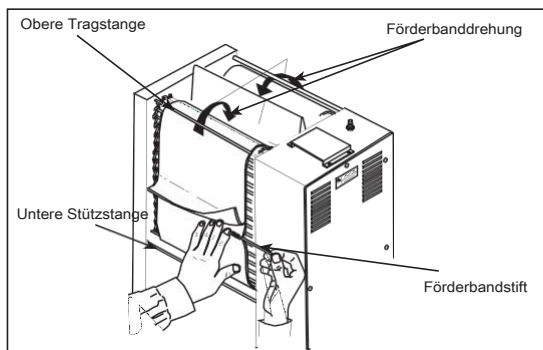

Abbildung 4
6. Bringen Sie ein neues Förderband so an, dass das abgedeckte Ende natürlich von oben nach unten hängt. Richten Sie die Schnalle aus und setzen Sie den Riegel ein. (Abbildung 4)